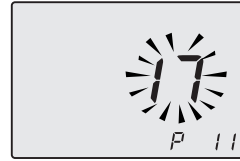

Figura 5.44
- En el display se alternan los mensajes **P11 - SEt** (Figura 5.44).